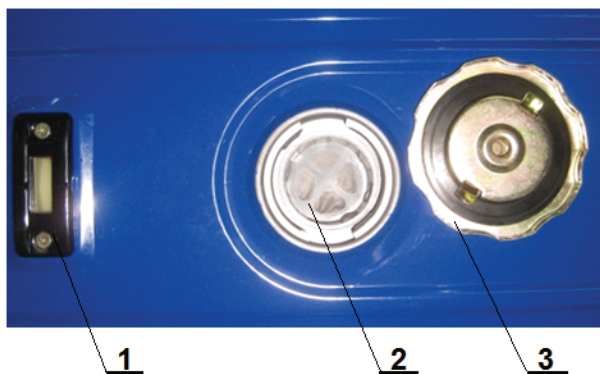

Рис. 3. Топливный бак
7.2.3. Заправить бак топливом, при этом топливо заливать через фильтр (2) , встроенный в горловину бака (рис. 3). Использовать чистый бензин с октановым числом 92. При заправке необходимо оставить некоторое пространство в баке для расширения топлива. Хранить бензин перед использованием не более 30 дней.